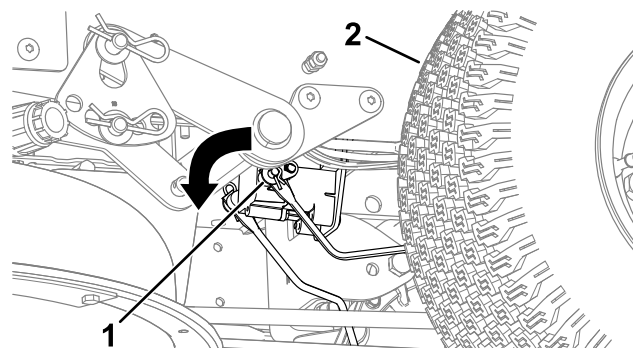

Bild 52
3. Finden Sie die Welle an der elektrischen Bremse, an der die Bremsgestängearme angeschlossen sind (**Bild 52**).